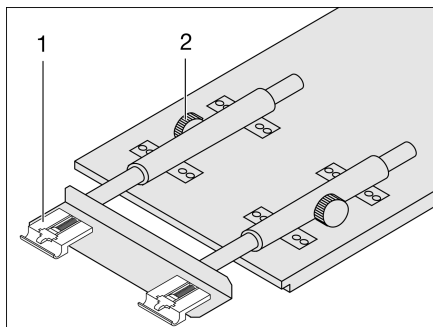

Fig. 92 Allungare il tavolo sospeso
- Svitare le viti a testa cilindrica zigrinata (Fig. 92,2).
- Sollevare leggermente il piano del tavolo in avanti ed estrarlo fino all'arresto. La prolunga del tavolo (Fig. 92,1) è completamente estratta.
- Sollevare leggermente il piano del tavolo e spingerlo all'indietro fino all'arresto. La prolunga del tavolo (Fig. 92,1) è completamente rientrata.